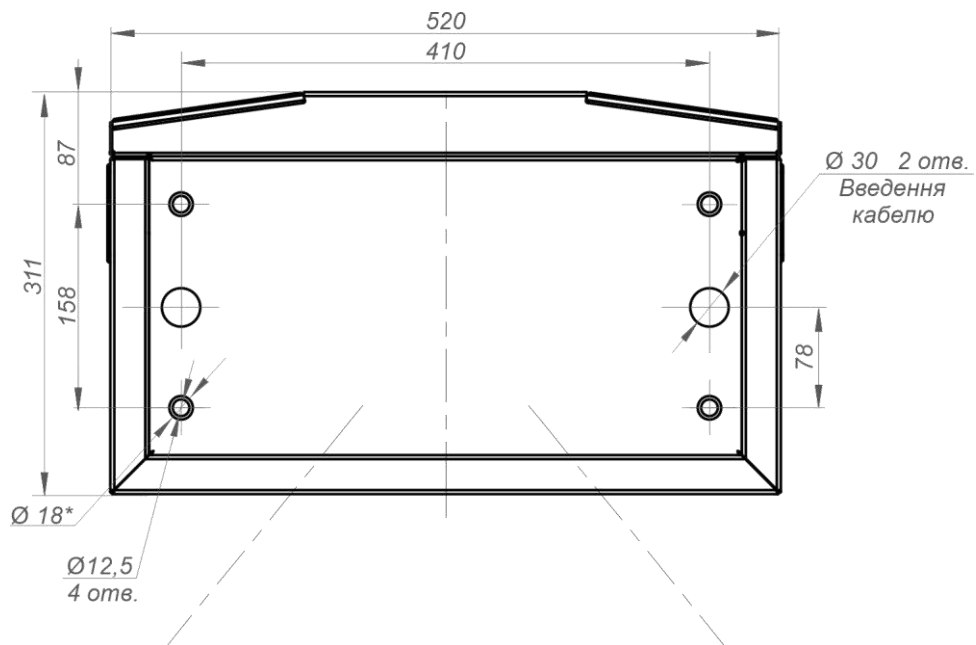

Рис. 14– Розмітка для монтажу турнікету типу «трипод»
- 4) Зробити на поверхні майданчика розмітку отворів для кріплення турнікету відповідно до *рис.14*. Як шаблон для розмітки можна використовувати власне турнікет, розміщений вертикально на місці його установки.
- 6) За необхідності прокладання кабелів під поверхнею підлоги підготуйте в підлозі кабельний канал до зони введення кабелів у стійку турнікету. Розташування зони введення кабелів вказано на схемі *рис.14*.
- Місце виведення кабелів повинно збігатися з місцем розташування отвору на монтажній основі турнікету (рис.14).